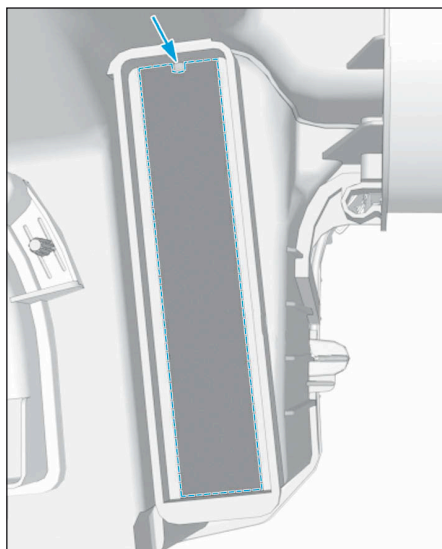

FIG.5
- A l'aide d'une scie à métaux, découper la zone d'adaptation puis l'ébavurer (Fig.5).